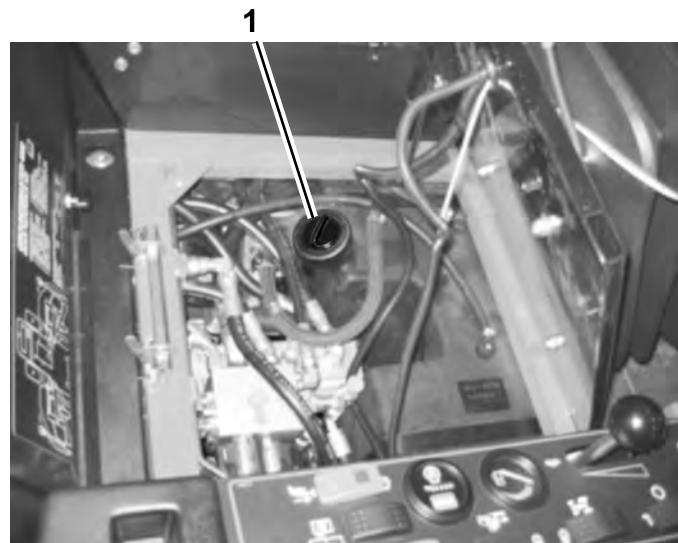

Figure 9
3. Nettoyez la surface autour du goulot et du bouchon de remplissage du réservoir hydraulique (Figure 9). Enlevez le bouchon du goulot de remplissage